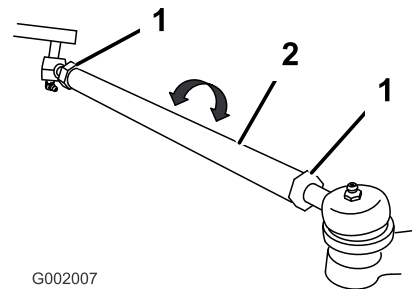

Figura 51
- Se a medição não cair dentro da faixa especificada, afrouxe as contraporcas em ambas as extremidades dos tirantes (Figura 51).